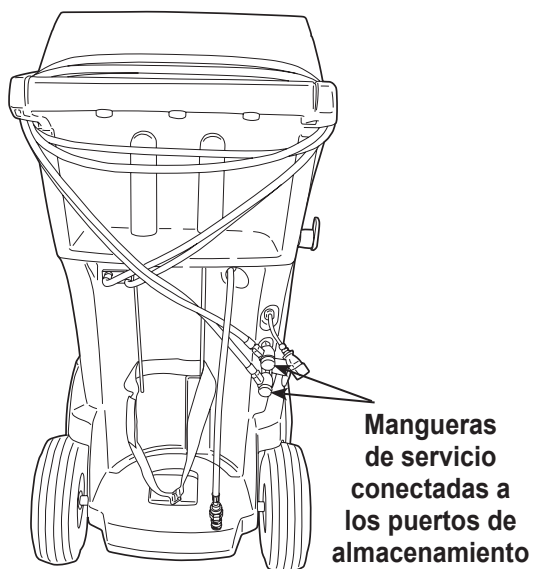

Figura 13
1. Cuando se le indique, conecte las mangueras de servicio de la máquina a sus puertos de almacenamiento y abra las válvulas del acoplador como se muestra en la Figura 13.